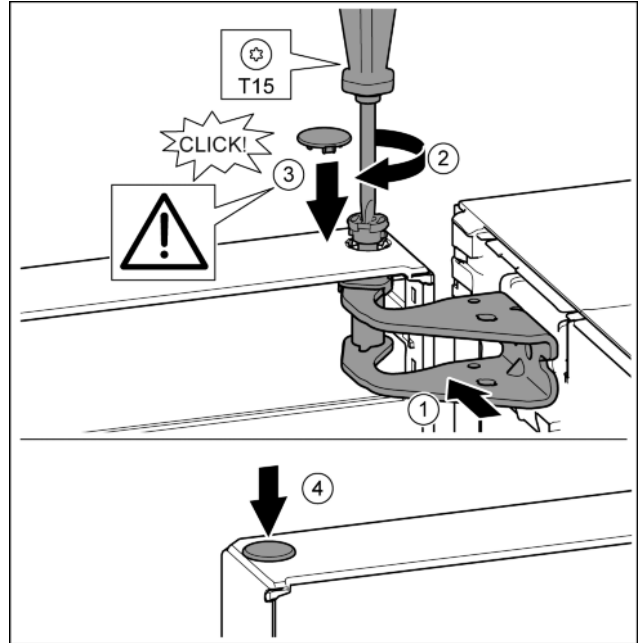

Fig. 23
- ▶ Fent igazítsa a csapágybak nyílásához az ajtót. Fig. 23 (1)
- ▶ Helyezze be a csapot, és a T15 csavarhúzóval húzza meg. Fig. 23 (2)
- ▶ Az ajtó biztosítása érdekében szerelje fel a biztonsági fedelet: Helyezze fel a biztonsági fedelet, és ellenőrizze, hogy felfekszik-e az ajtóra. Egyébként a csapszeget teljesen helyezze be. Fig. 23 (3)
- ▶ Helyezze be a dugót. Fig. 23 (4)